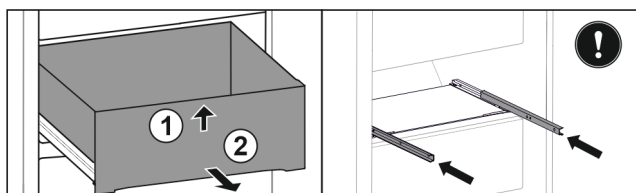

Fig. 158
- ▶ Nadzvedněte zásuvku vpředu. Fig. 158 (1)
- ▶ Vyměňte zásuvku dopředu. Fig. 158 (2)